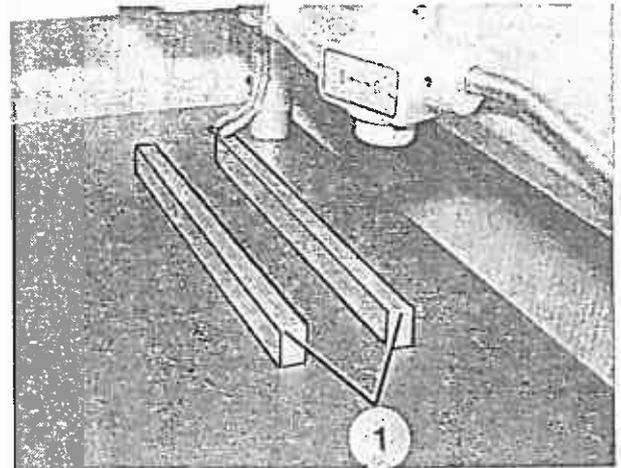

Bild 121.13
8. Drehzylinder auf den Kunststoffschienen (Bild 121.13/1) ablegen.